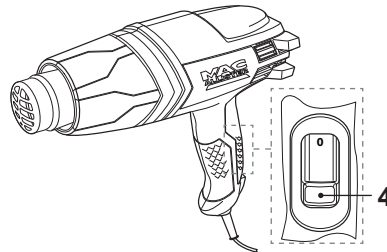

Fig. 3
- > Assurez-vous que le bouton marche/arrêt [4] est bien sur arrêt (Fig. 3).